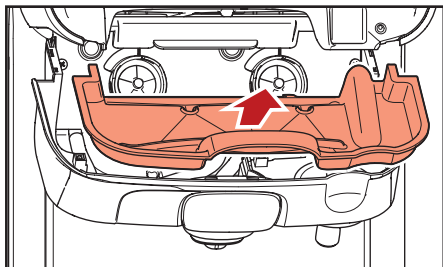

Fig. 5.11- Retirez le bac de récupération interne.
- c. Retirez le bac de récupération interne et nettoyez-le si nécessaire (fig. 5.11).